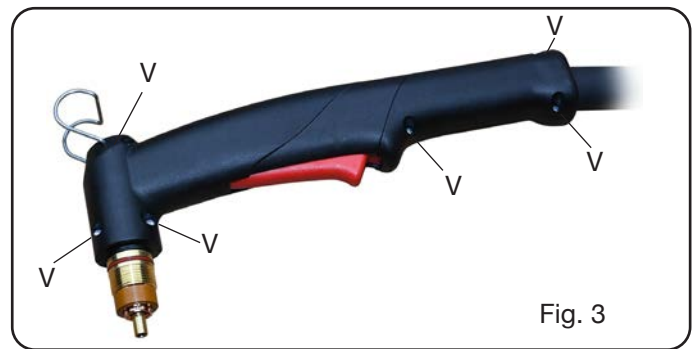
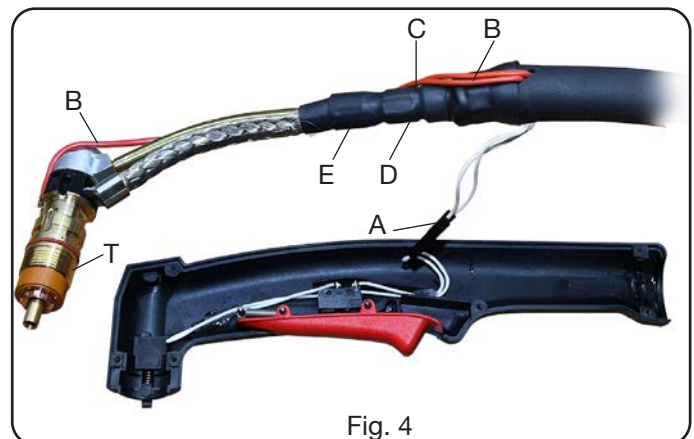

Fig. 3
Fig. 4
- Svitare le 6 viti **V** di Fig.3 e togliere l'impugnatura sinistra.
- Con riferimento alla Fig.4, sollevare il corpo torcia **T** con
- Con riferimento alla Fig.4, sollevare il corpo torcia con cavo e disconnettere la connessione **A** (pulsante).
- Svitare le 6 viti **V** di Fig.3 e togliere l'impugnatura sinistra sx. Con riferimento alla Fig.4, sollevare il corpo torcia con cavo e disconnettere la connessione **A** (pulsante) e la connessione **B** (arco pilota).